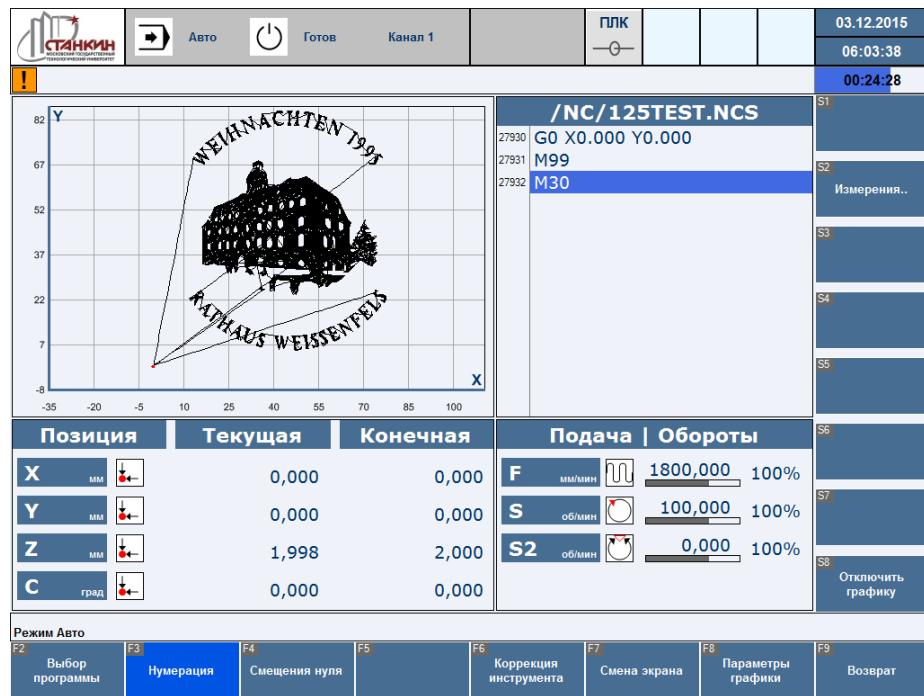
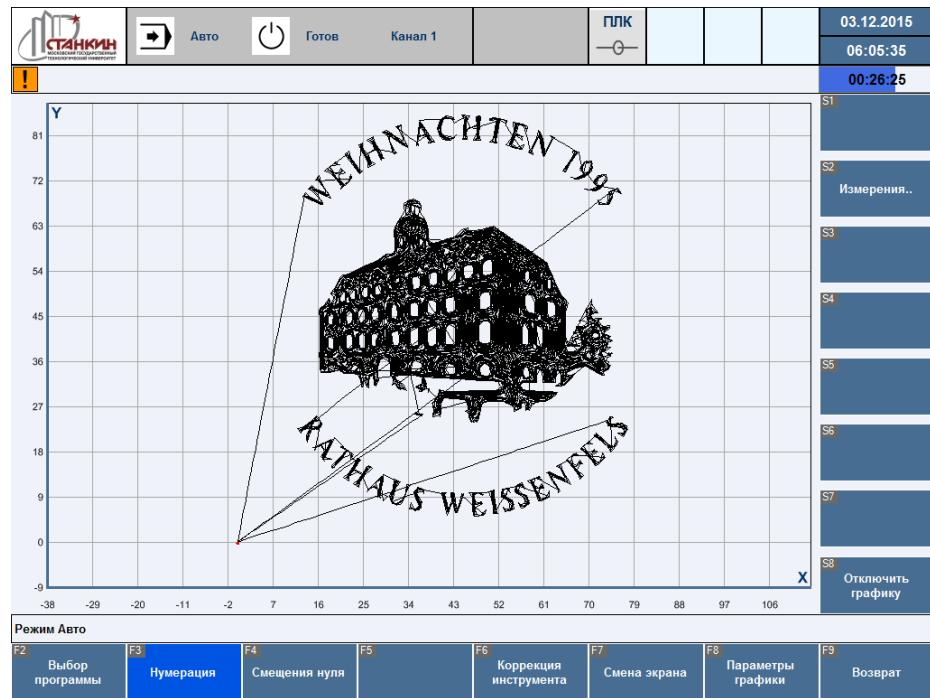

Рисунок 28 – Графическое отображение траектории инструмента
Рисунок 29 – Полнозаданное графическое отображение траектории инструмента
- Графика (графическое отображение траектории инструмента, Рисунок 28, см. также раздел 3.4.3):
- Полнозаданные графики (графическое отображение траектории инструмента, Рисунок 29, см. также раздел 3.4.3):
В режимах «Автоматический» (а также «Ручной ввод» и «Ручной (Jog)») существует возможность графического отображения траектории инструмента (Рисунок 28), в том числе и полноэкранного (Рисунок 29).